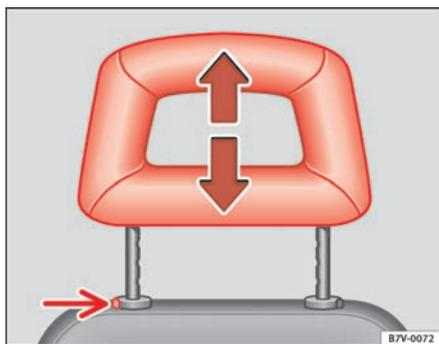

Fig. 85 Poggiatesta: regolazione dell'altezza oppure smontaggio
- Far scorrere il poggiatesta verso l'alto (nel senso della freccia) oppure verso il basso mentre si tiene premuto il tasto ⇒ fig. 85 (freccia). Altezza corretta ⇒ pag. 130.
- Premere il tasto ⇒ fig. 85 -freccia-.
- Inserire **fino in fondo** le aste tenendo premuto il tasto ⇒ fig. 85 (freccia).